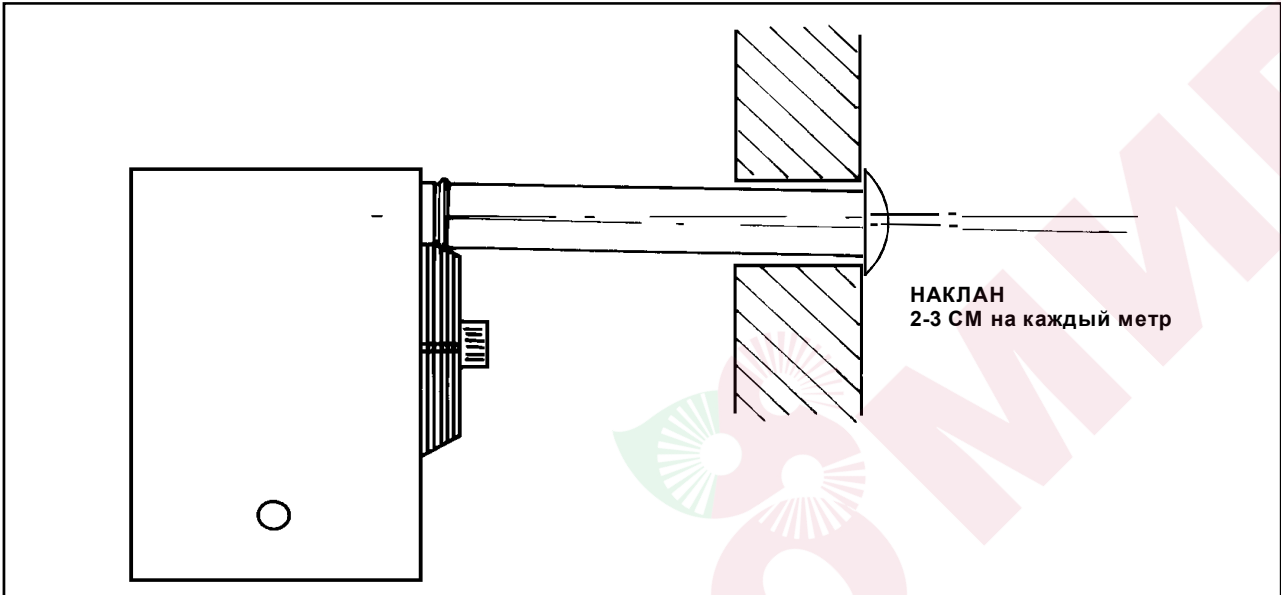
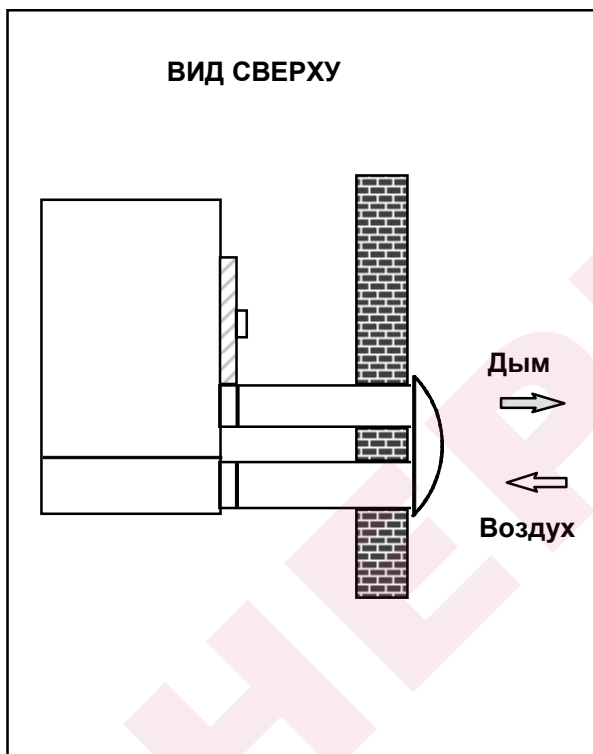
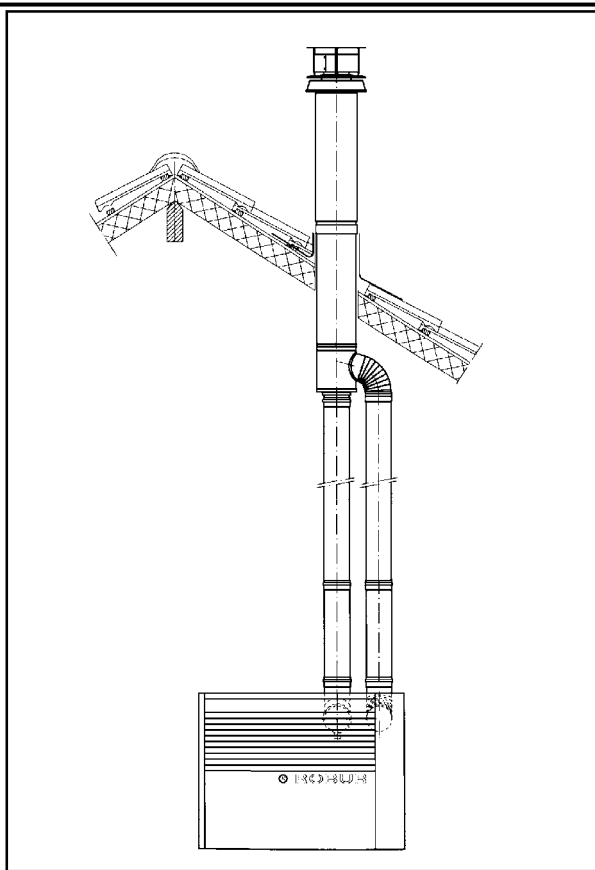

Рисунок 5 - НАКЛОН ГОРИЗОНТАЛЬНОЙ ТРУБЫ ДЫМОХОДА
Рисунок 8
Рисунок 10
- **тип установки С₁₃ и С₃₃**: рабочее пространство герметично относительно схемы сгорания. Установка с подачей входного воздуха и выходом выхлопных газов используя отдельные или концентрические трубы - горизонтально (для С₁₃ см. рисунок 8,9) или вертикально (для С₃₃ см. рисунок 10).
ПРИМЕЧАНИЕ: Если устанавливаются горизонтальные трубы, имеющие длину более 1 метра, труба дымохода должна устанавливаться с уклоном 2 - 3 см на каждый метр длины (см. рис. 5), чтобы предотвратить попадание капель конденсата в установку. Кроме того, чтобы правильно установить дымоходы и воздухозаборники обратитесь к данным на рис. 8.